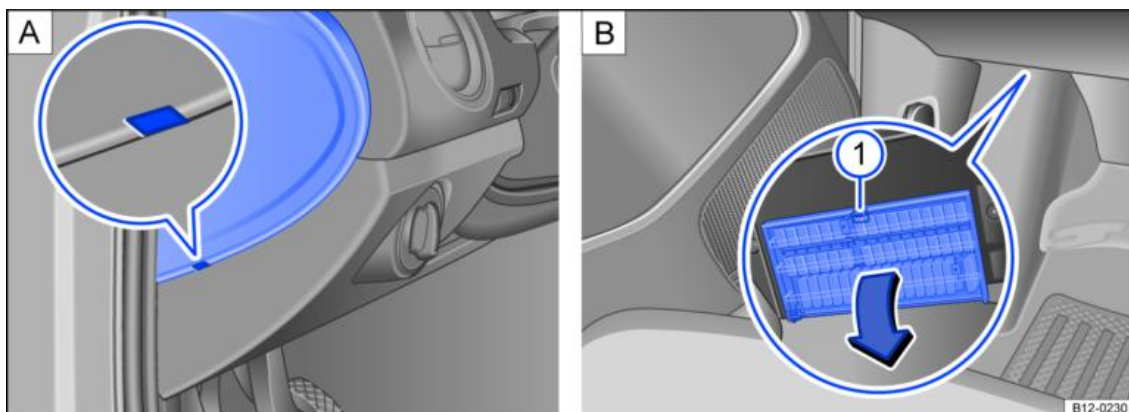

Fig. 1 Lato del conducente: scatola dei fusibili laterale
1. Infilando uno strumento di forma appiattita, per esempio un cacciavite, nell'incavatura → *fig. 1* A, scalzare con delicatezza il coperchio.